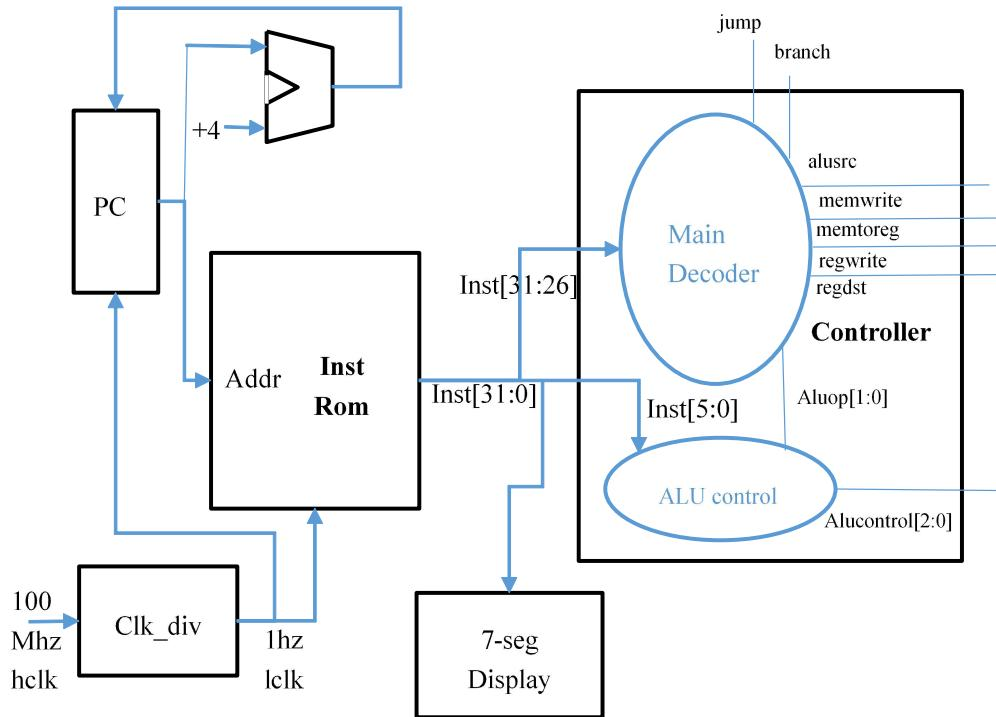

图 1.1 为本次实验所需完成内容的原理图，依据取指、译码阶段的需求，分别需要实现以下模块：
--top.v	设计顶层文件，参照图 1.1 将各模块连接。